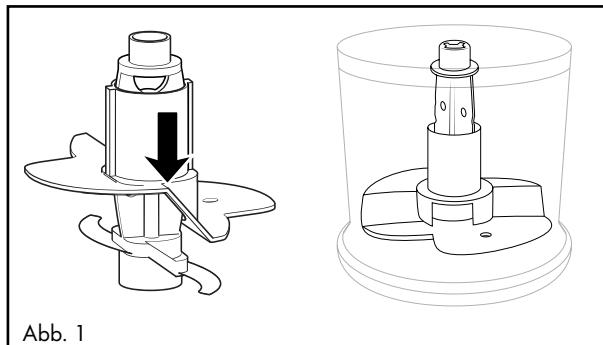

Abb. 1
- Für 100 ml Sahne stecken Sie ihn so auf den Messerhalter **5**, dass die Emulgierscheibe **10** auf beiden Messern **7** aufliegt und einrastet (Abb. 1):